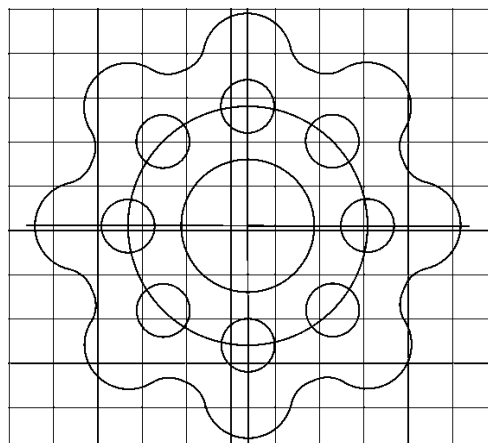

Рис. 37. Редактирование контура
5. Редактирование контура (рис. 37):